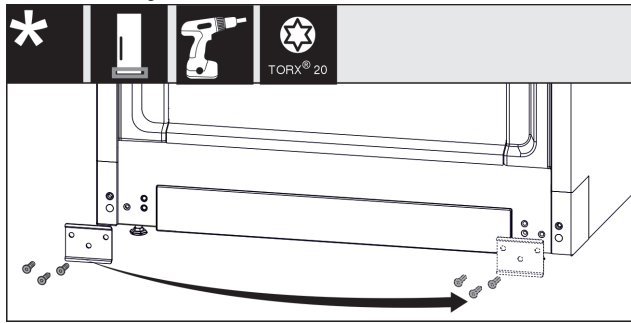

Fig. 17
- ▶ 拧下金属板，将其移到另一侧，然后重新拧紧。 Fig. 17 (1)